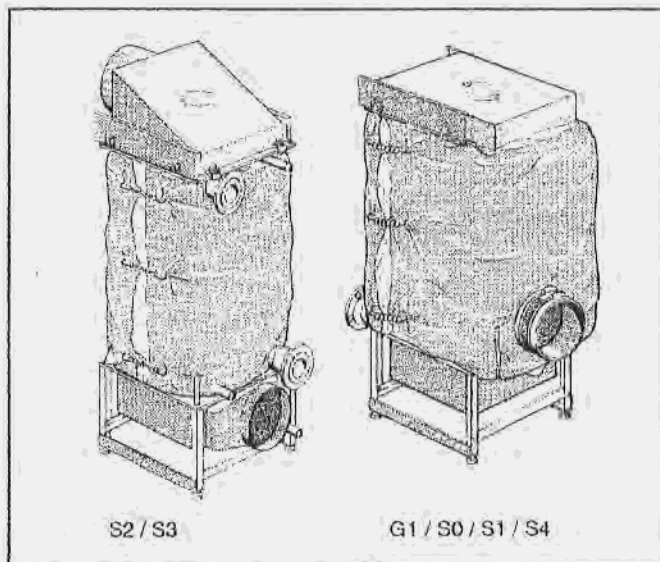

Fig. 9
- Accrocher les encoches du matelas isolant dans les raccordements aller et retour et enrouler le matelas autour du corps de l'appareil (fig. 9).
- Fixer les replis du matelas isolant avec 3 ressorts tendeurs (fig. 9).